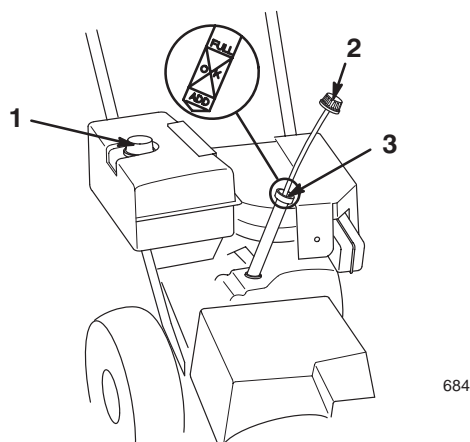

Bild 12
2. Reinigen Sie den Bereich um den Peilstab (Bild 12).
3. Entfernen Sie den Peilstab, indem Sie den Deckel entgegen dem Uhrzeigersinn drehen und herausziehen (Bild 12).
1. Reinigen Sie den Bereich um den Kraftstofftankdeckel (Bild 12).